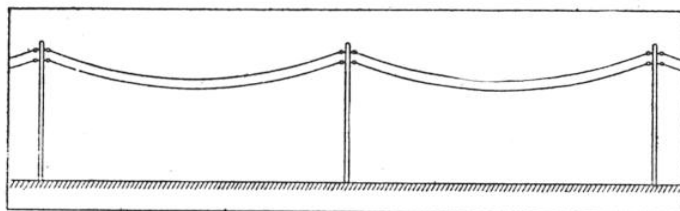

FIG. 2. — LA FORME D'UN FIL TENDU EST UNE « CHAINETTE », COURBE TRANSCENDANTE, ET NON UNE PARABOLE
Au surplus, la nature ne nous facilite guère les choses et les moindres détails d'une recherche soulèvent des difficultés parfois disproportionnées avec le but à atteindre. Les courbes ou lieux géométriques que l'on obtient en pratique ne sont pas forcément des courbes simples, quelque désir que nous en ayons. La courbe que forme un fil en équilibre (fig. 2) ou *chaînette* est transcendante (1); transcendante aussi la trajectoire décrite par un point d'une roue de voiture qui roule sur le sol (fig. 3). Si un cercle roule sur un cercle de même rayon, on a une cardioïde, courbe algébrique de degré quatre (2), mais si les deux rayons diffèrent un peu, fût-ce d'un cent millionième, le lieu est une courbe infiniment compliquée, de degré supérieur à deux millions, ou même transcendante. Le lieu du